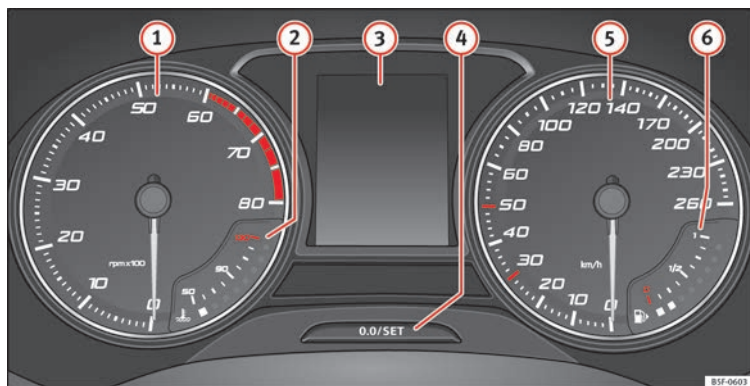

Fig. 119 Quadro strumenti nel cruscotto.
Spiegazioni sugli strumenti » fig. 119:
Il contagiri indica il numero di giri del motore al minuto » **fig. 119 ①**.
La lancetta del contagiri ① » **fig. 119** dovrebbe rimanere il meno possibile nel settore rosso, altrimenti si rischia di danneggiare il motore.
All'accensione del quadro strumenti, sul display » **fig. 119 ③** vengono visualizzate informazioni differenti, a seconda dell'equipaggiamento del veicolo:
- Premere brevemente il pulsante **» fig. 119**  per riportare il contachilometri parziale a 0.
- Per regolare l'orologio, mantenere premuto il pulsante **» fig. 119**  per più di 3 secondi per selezionare l'indicatore delle ore o dei minuti.
Mantenere premuto il pulsante **» fig. 119**  per più di 15 secondi per visualizzare le lettere distintive del motore (MKB) del veicolo. A **»**